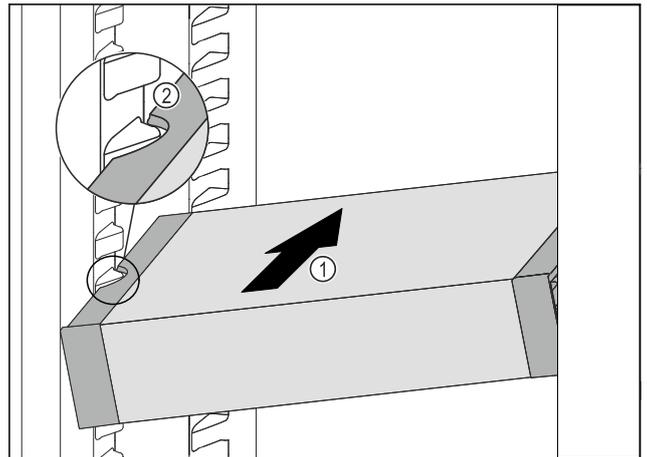

Fig. 84
- ▶ VarioSafe zasúvajte šikmo do chladničky Fig. 84 (1), kým sa bočné vybrania Fig. 84 (2) VarioSafe nebudú nachádzať vo výške rebra nádoby v chladničke.